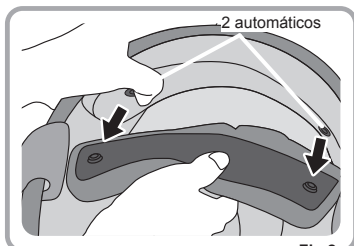

Fig.2
2. Abra los dos automáticos traseros. La almohadilla interior quedará suelta. (Fig. 2)